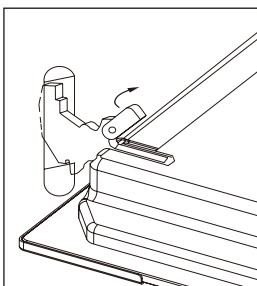

Fig.17
- Soulevez et tournez le petit levier sur les deux charnières et saisissez les portes sur les deux charnières extérieur, fermez-le lentement, mais pas complètement fermé (Fig.17).